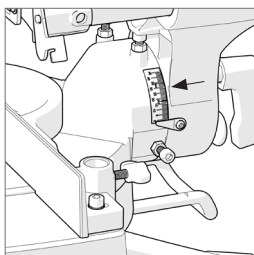

Afb. 33
- Maak de vergrendelschroef voor schuin zagen los. (**Afb. 33**)